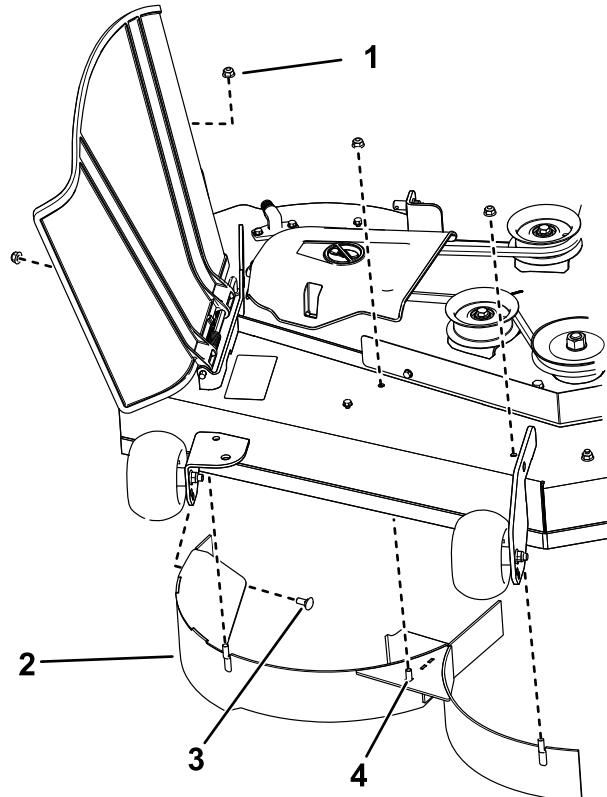

Bild 13
4. Entfernen Sie die drei Sicherungsmuttern (5/16") von den geschweißten Pfosten des rechten Ablenkblechs (**Bild 13**).
- 1. Sicherungsmutter – 5/16" (4)
- 4. Geschweißte Streben (3)
5. Entfernen Sie die beiden Schlossschrauben und Sicherungsmuttern, die das rechte Ablenkblech am Mähwerk befestigen, und entfernen Sie das Ablenkblech (**Bild 13**)
6. Suchen Sie die drei Schrauben in den losen Teilen und setzen Sie diese Befestigungen mit den vorhandenen Sicherungsmuttern in die Löcher für die geschweißten Pfosten ein (**Bild 13**), um das Herausschleudern von Rückständen zu vermeiden.